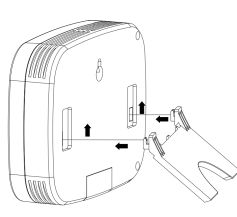

图 9
3.桌面摆放：如下图 9，将附件桌面支架两侧挂耳卡入产品背部的安装槽中，便可稳定摆放于桌面上。